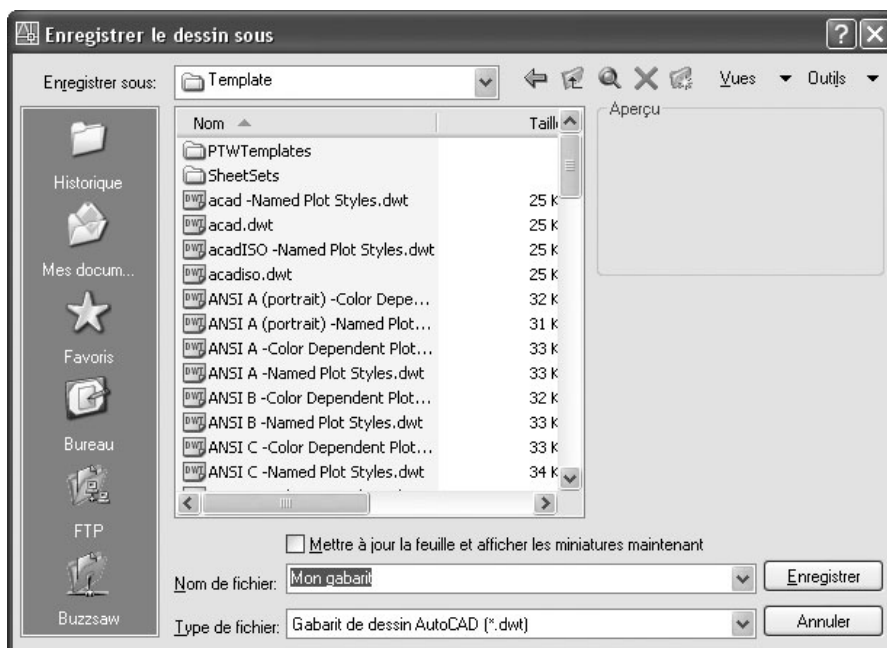

Fig.25.6
- 4 Entrer le nom du fichier dans le champ **Nom de fichier** (File name). Par exemple : Mon gabarit (fig.25.6).